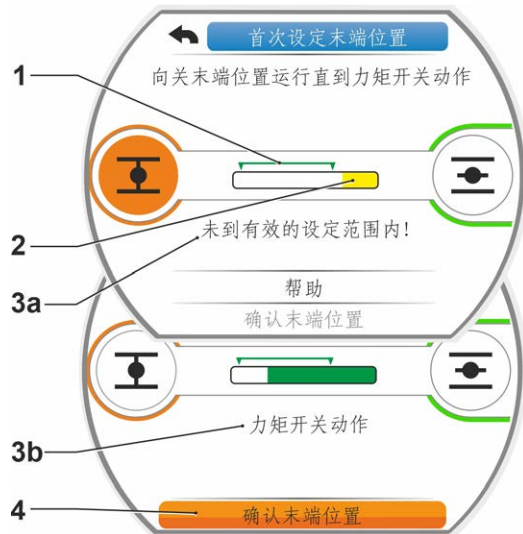

图12: 在力矩关断模式下朝关方向末端位置运行
- b) 将光标选择“确认末端位置”（如图 12 中 4 所示）。
显示屏上会显示出当前位置是否经达到了有效的设置范围（如图 12 中 1 所示）：已到达（3b）或是未达到（3a）。如当前位置已达到有效设置范围内，进度条的颜色（如图 12 中 2 所示）会从黄色变为绿色。
一旦达到了关断力矩的设置值，显示屏中将出现“力矩开关动作”的提示信息（3b），且下面的“确认末端位置”会被激活（如图 12 中 4 所示）。